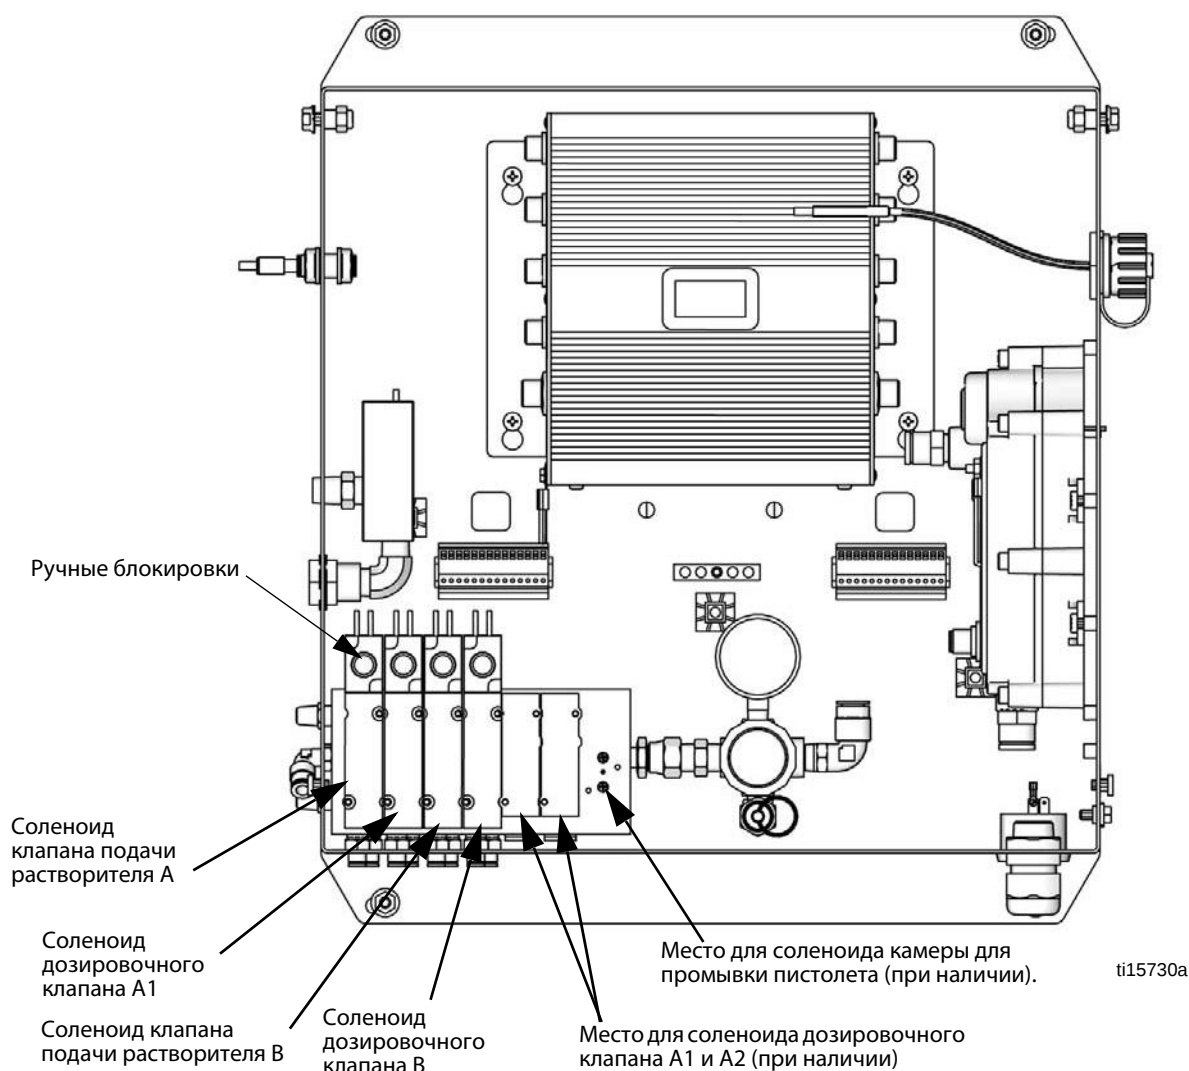

Рис. 22. Соленоидные клапаны в блоке управления
- При нажатом курке пистолета установите ручную блокировку на соленоидах дозирующих клапанов A1 (A2, A3) и B, чтобы сбросить давление. См. Рис. 22.
- При нажатом курке пистолета установите ручную блокировку на соленоидах клапанов подачи растворителя A и B, чтобы сбросить давление растворителя. См. Рис. 22. Удостоверьтесь в том, что давление растворителя упало до 0.